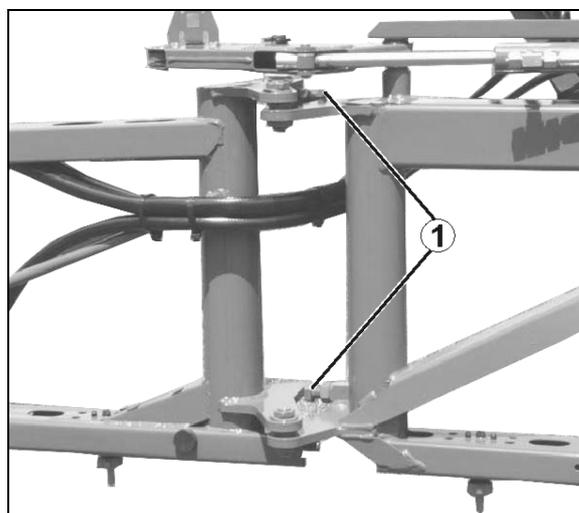

Fig. 189
- Prestar atención a la posición de montaje que ocupan las válvulas en el lado de aspiración y en el de presión, antes de extraer los grupos de válvulas (Fig. 189/5).
- En el ensamblaje, asegurarse de no dañar la guía de la válvula (Fig. 189/9). Los daños pueden provocar bloqueos en las válvulas.
- Es imprescindible apretar las tuercas (Fig. 189/1, 2) en cruz y con el par de apriete indicado. Si los tornillos no se aprietan como es debido, se produce una deformación y, en consecuencia, una falta de estanqueidad.
2. Retirar las tuercas (Fig. 189/1,2).
3. Retirar el canal de aspiración y el de presión (Fig. 189/3 y Fig. 189/4).
4. Extraer los grupos de válvulas (Fig. 189/5).
5. Comprobar si hay daños o signos de desgaste en el asiento de la válvula (Fig. 189/6), la válvula (Fig. 189/7), el muelle de la válvula (Fig. 189/8) y la guía de la válvula (Fig. 189/9).
6. Retirar la junta tórica (Fig. 189/10).
8. Montar los grupos de válvulas (Fig. 189/5), tras haber concluido la comprobación y la limpieza.
9. Colocar juntas tóricas nuevas (Fig. 189/10).
10. Embridar el canal de aspiración (Fig. 189/3) y el de presión (Fig. 189/4) en la carcasa de la bomba.
11. Apretar las tuercas (Fig. 189/1,2) en cruz y con un par de apriete de **25 Nm (BP 160-185) / 20 Nm (AR 250-280)**.